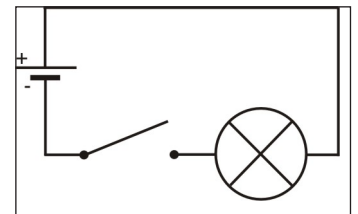

Fig. 1
- Construit le un circuit électrique schématisé sur la Fig. 1.